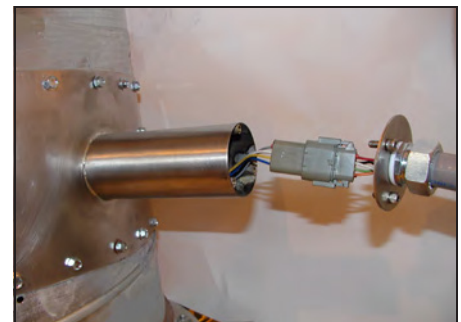
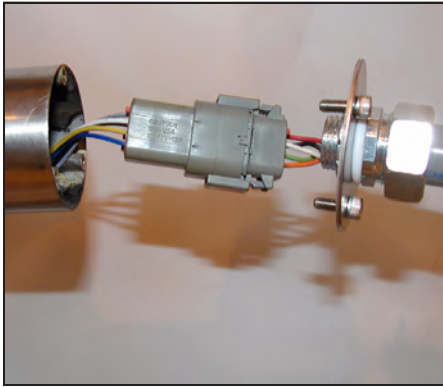

Figura 2-9 Conexión del arnés
Figura 2-10 Conexión del arnés
11. Consulte la **Figura 2-9** y la **Figura 2-10**